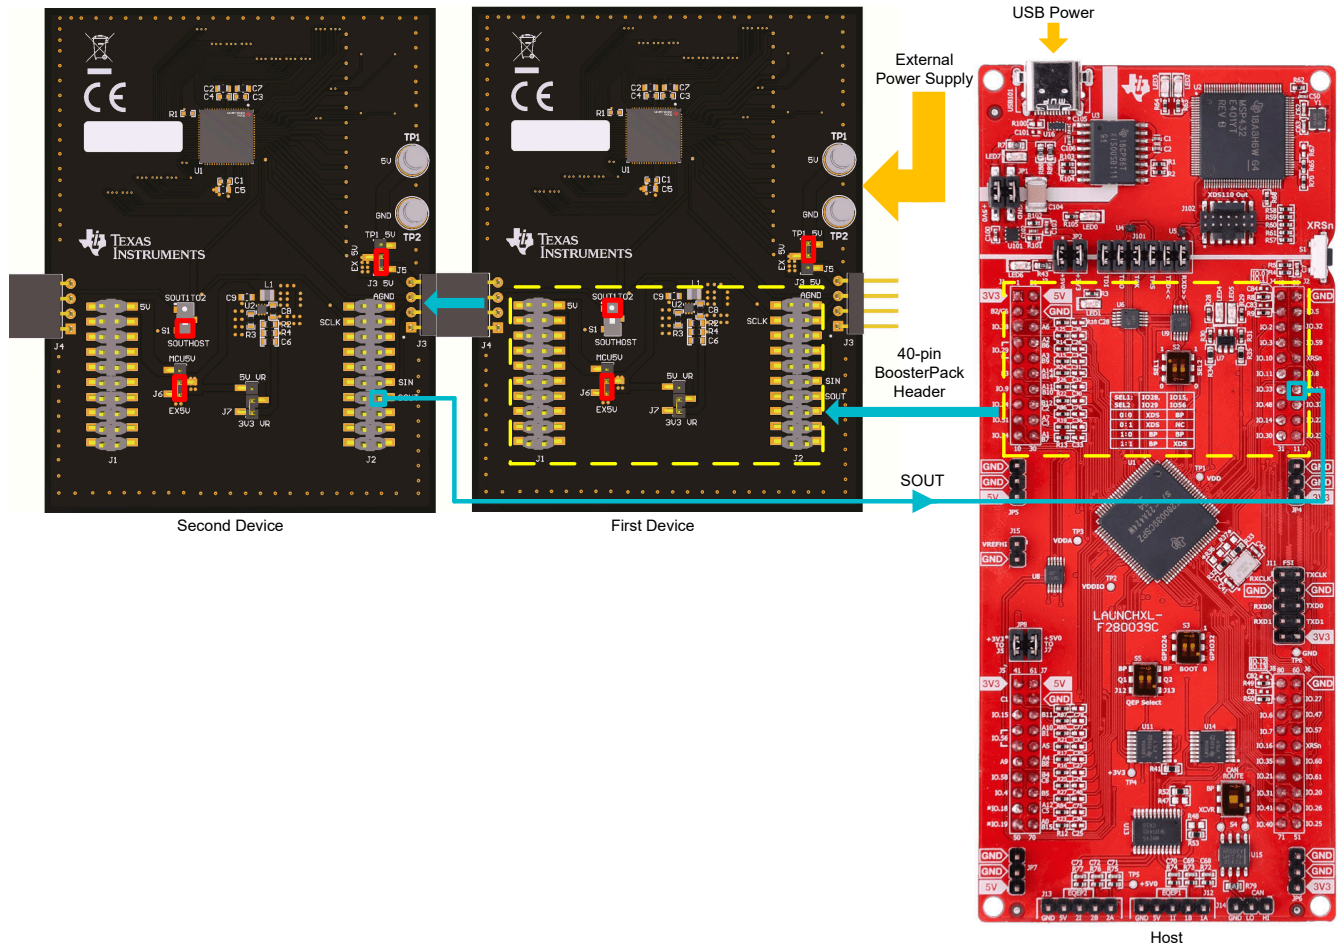

图 2-4. 与 TMS320F280039C LaunchPad 连接的双级联 LP5890EVM
2. 对于第一个 LP5890EVM，将 J5 跳线放在 TP1 5V 和 EX 5V 上。然后，将 J6 跳线置于 EX5V 和中间位置。将开关 S1 设置为 SOUT1TO2。这些设置在图 2-4 中的第一个器件上用红色框标记。
3. 对于第二个 LP5890EVM，将 J5 跳线放在 J3 5V 和 EX 5V 上。然后，将 J6 跳线置于 EX5V 和中间位置。将开关 S1 设置为 SOUTHOST。这些设置在图 2-4 中的第二个器件上用红色框标记。
4. 使用 TMS320F280039C LaunchPad 连接第一个 LP5890EVM 上的 BoosterPack 连接器（J1、J2），连接方法如图 2-4 所示。
5. 将第一个 LP5890EVM 的 J4 连接器连接到第二个 LP5890EVM 的 J3 连接器。方向如图 2-4 所示。
6. (可选) 通过另一根 1 引脚电缆 (在图 2-4 中标记为底部蓝线) 将第二个 LP5890EVM 上连接器 J2 的 SOUT 引脚连接到 TMS320F280039C LaunchPad 上连接器 J2 的 IO.17 引脚。此步骤使 LP5890EVM 能够向主机 TMS320F280039C LaunchPad 报告 LOD (LED 开路检测) 和 LSD (LED 短路检测)。